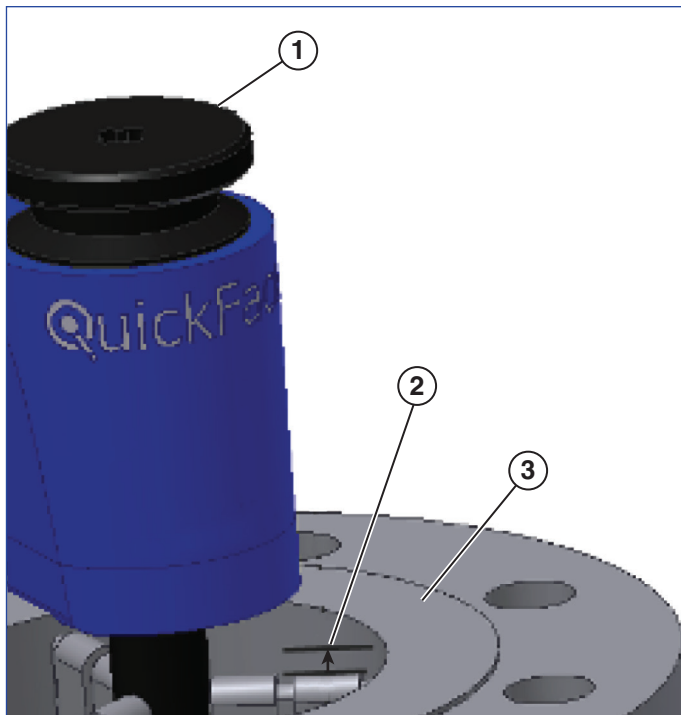

Figura 10
1. Installare il QuickFace dentro al pezzo da lavorare con la parte alta del posizionatore, o estensione del posizionatore, se è usata, circa 3 mm al di sotto della faccia della flangia (vedere la Figura 10). Girare la manopola di bloccaggio del mandrino in senso orario per fissare i posizionatori. Fare oscillare leggermente il QuickFace all'indietro e in avanti mentre si stringe le viti per accertarsi che sia fermamente in sede dentro al pezzo da lavorare. Se il mandrino del QuickFace non può essere stretto fermamente a mano, inserire una chiave a cricchetto nell'estremità della manopola di bloccaggio del mandrino. **NON STRINGERE ESAGERATAMENTE LA MANOPOLA DEL MANDRINO, PERCHÉ POSSONO VERIFICARSI DEI DANNI!** Il mandrino è stretto a sufficienza quando QuickFace non si muove quando si solleva sull'estremità dell'involucro del cambio.